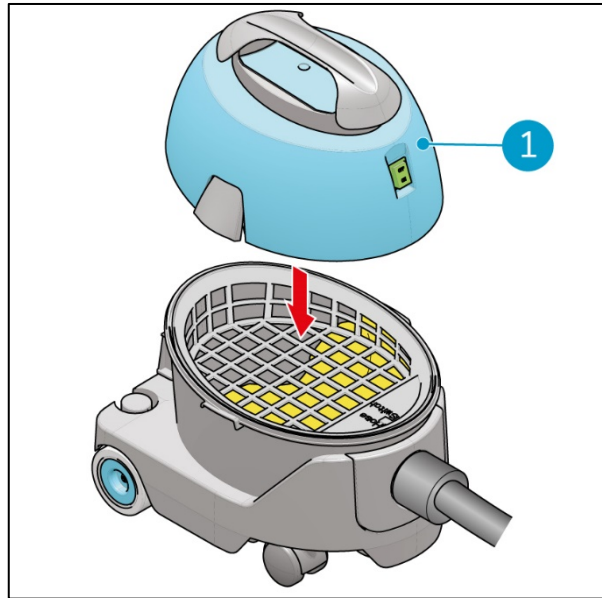

Figura 20
2. Volte a colocar a zona superior (Figura 20, posição 1) no depósito.